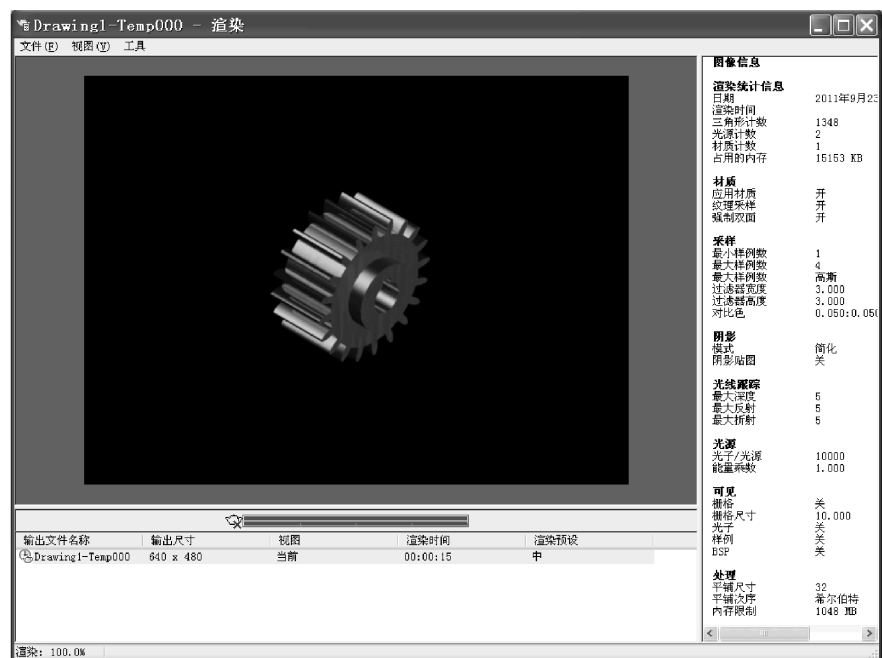

图 13-13 圆柱齿轮“渲染”对话框
Step 5 图形渲染: 调用“渲染”工具栏的“渲染”命令, 弹出图 13-13 所示“渲染”对话框, 系统进行渲染, 等待几秒钟, 完成图形的渲染。